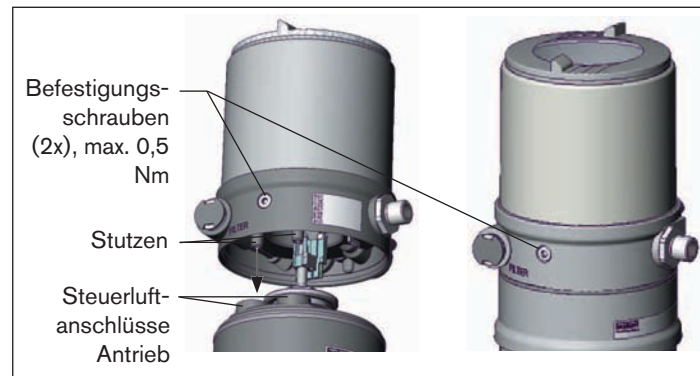

Bild 11: Montage Ansteuerung
2. die Stutzen der Ansteuerung in die Steuerluftanschlüsse des Antriebs (siehe „Bild 11“) hineinfinden.